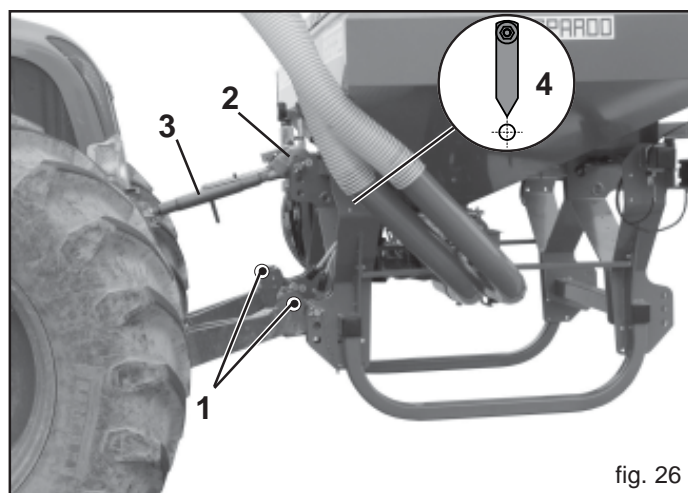

fig. 26
- 1) Enganchar las barras del elevador en los pernos predispuestos (1, Fig. 26). Bloquear con el pasador de muelle.
- 2) Conectar el tercer punto superior (2, Fig. 26); la clavija tiene que bloquearse con el respectivo pasador; a través del tensor de regulación (3, Fig. 26) tratar que la sembradora se encuentre en posición perpendicular al terreno (4).